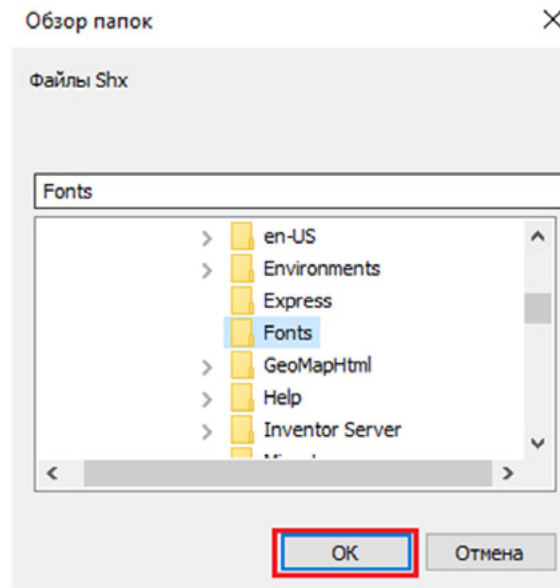

Рис. 17. Диалоговое окно **Обзор папок**
d) в окне обзора находим папку Fonts, нажимаем ОК. Шрифты AutoCAD хранятся в папке Fonts по пути %ProgramFiles%\Autodesk\AutoCAD 2022\Fonts (рис. 17).